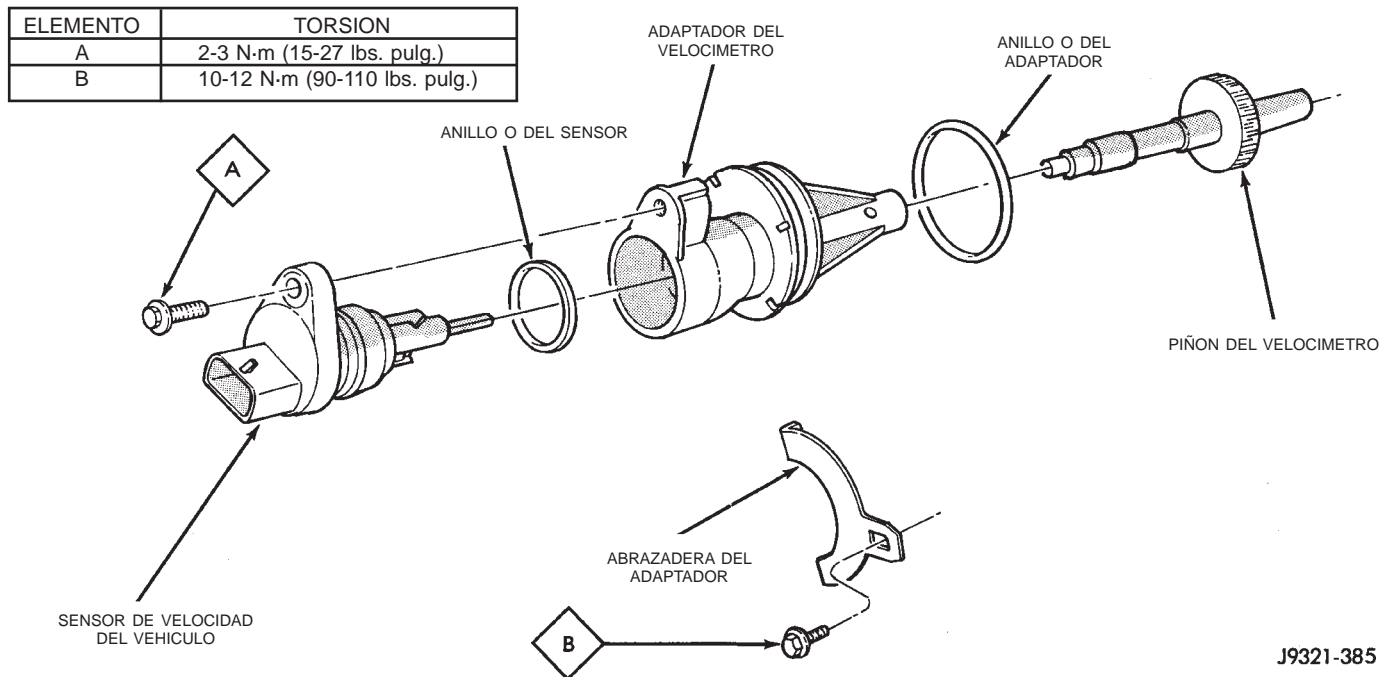

Fig. 4 Componentes del velocímetro
(1) Eleve el vehículo.
(2) Desconecte los cables del sensor de velocidad del vehículo.
(3) Retire la abrazadera y tornillo del adaptador (Fig. 4).
(4) Retire el sensor de velocidad y el adaptador del velocímetro como conjunto.
(5) Retire el tornillo de retención del sensor de velocidad y retire el sensor del adaptador.
(6) Retire el piñón del velocímetro del adaptador. Reemplace el piñón si está picado, cuarteado o desgastado.
(7) Inspeccione el sensor y los anillos O del adaptador (Fig. 4). Retire y descarte los anillos O si estuvieran desgastados o dañados.
(8) Inspeccione las espigas de terminal del sensor de velocidad. Limpie las espigas con limpiador para electricidad en aerosol Mopar® si estuviesen sucias u oxidadas. Reemplace el sensor si estuviese averiado o si las espigas estuviesen flojas, muy corroídas o dañadas.
(1) Limpie minuciosamente el reborde del adaptador y la superficie de montaje del adaptador en la caja. Las superficies deben estar limpias para permitir la alineación correcta del adaptador y el funcionamiento del velocímetro.
(2) Instale anillos O nuevos en el sensor de velocidad y adaptador del velocímetro (Fig. 4), si fuese necesario.